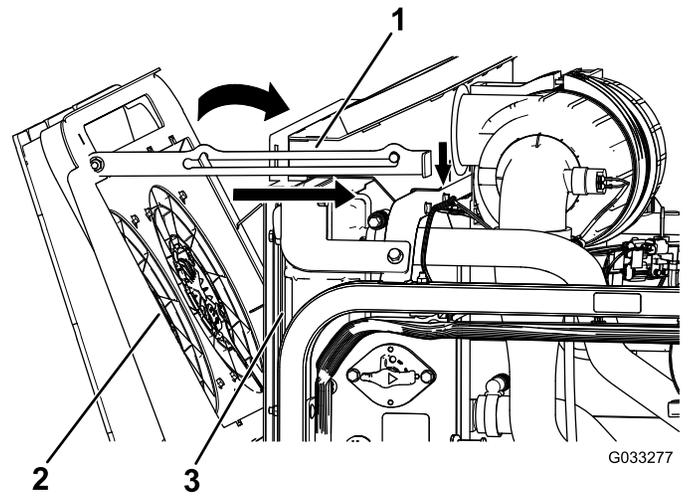

Bild 118
4. Drehen Sie die Kühlventilatoren des Motors nach vorne und arretieren Sie die Stützstange in der Kerbe (Bild 118).